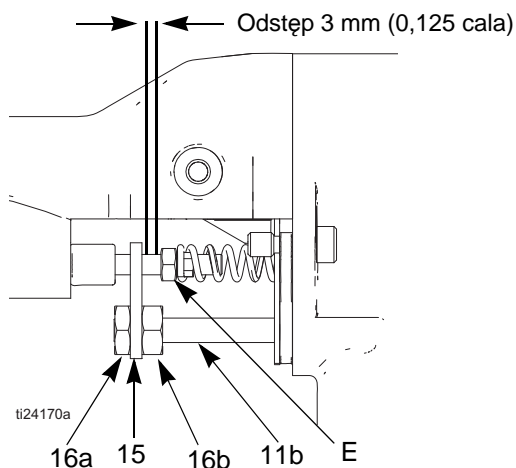

Fig. 33. Regulacja ramienia siłownika
2. Zdjąć osłonkę powietrzną, strona 42. Wymontować osłonę pistoletu (26).
3. Zdjąć przeciwnakrętkę (16), ramię siłownika (15) oraz nakrętkę regulacji (16). Patrz FIGURE 33.
Patrz FIGURE 33.
3. Zdjąć nakrętki regulacyjne (16a, 16b) i ramię siłownika (15). Patrz FIGURE 33.